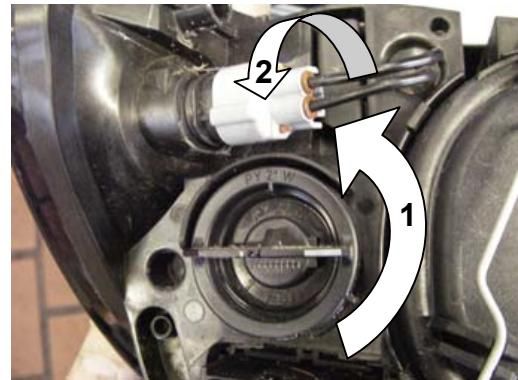

Fig. 8
- Ruotare lo zoccolo dell'indicatore di direzione dotato di maniglia verso sinistra fino all'arresto ed estrarlo con la lampadina dal proiettore (vedere fig. 8, punto 1).
- Spingere lo zoccolo della lampadina della luce side marker leggermente in avanti e poi a sinistra fino all'arresto ed estrarlo dal proiettore (vedere fig. 8, punto 2).